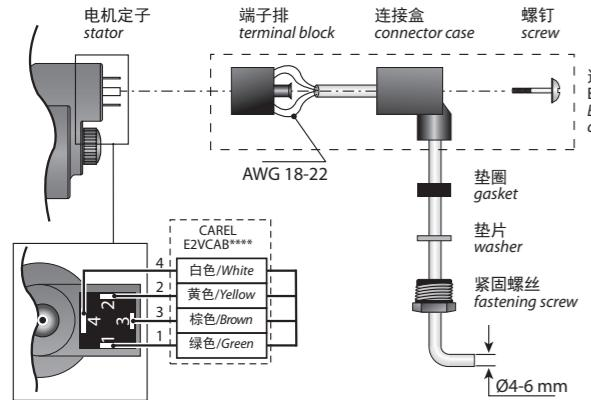

Fig. 3
8. Collegare il connettore già cablato al motore passo passo nel relativo alloggiamento e serrare la vite con una coppia di 0,5 Nm seguendo le indicazioni in Fig. 3. Collegare a questo punto l'estremità quadrupolare del cavo nei relativi morsetti del Driver CAREL EVD*** o relativo controllo omologato CAREL ed impostare i parametri secondo il set riportato nella tabella sottostante.
8. connect the pre-wired connector to the socket on the stepper motor and tighten the screw, applying a force of 0.5Nm, following the indications in Fig. 3. Then connect the four-pin end of the cable to the corresponding terminals on the CAREL EVD*** driver or other approved CAREL controller, and set the parameters as shown in the table below.
7. brancher le connecteur déjà câblé au moteur pas par son emplacement et serrer la vis avec un couple de 0.5 Nm en suivant les indications en Fig. 3. Connecter alors l'extrémité quadrupolaire du câble aux bornes correspondantes du Driver CAREL EVD*** ou au contrôle homologué CAREL correspondant et configurer les paramètres selon le point de consigne repris sur le tableau ci-dessous.